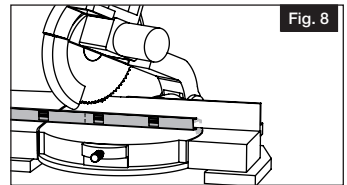

Fig. 8
- Alinee los rieles superior e inferior y transfiera sus marcas al riel superior. Después, corte todos los rieles a la misma longitud con una cuchilla de punta de carburo de 60 dientes o más (Fig. 8).